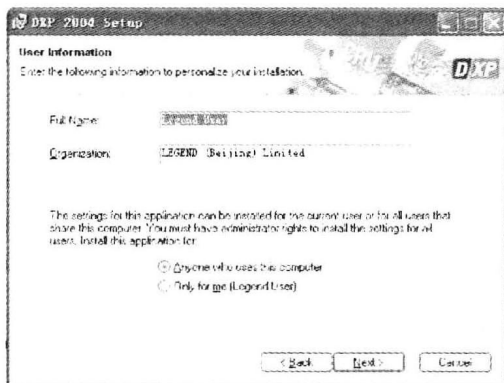

图 1-3 “用户信息”对话框
3) 在如图 1-3 所示的 “用户信息” 对话框中键入用户名称和公司名称, 单击 **Next >** 按钮, 进入下一安装步骤。